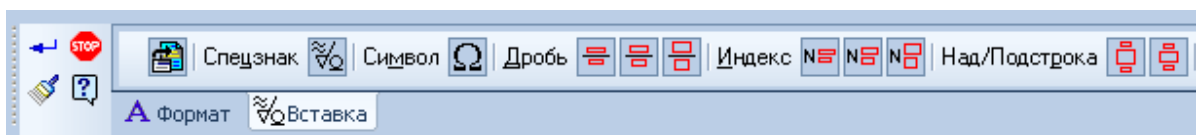
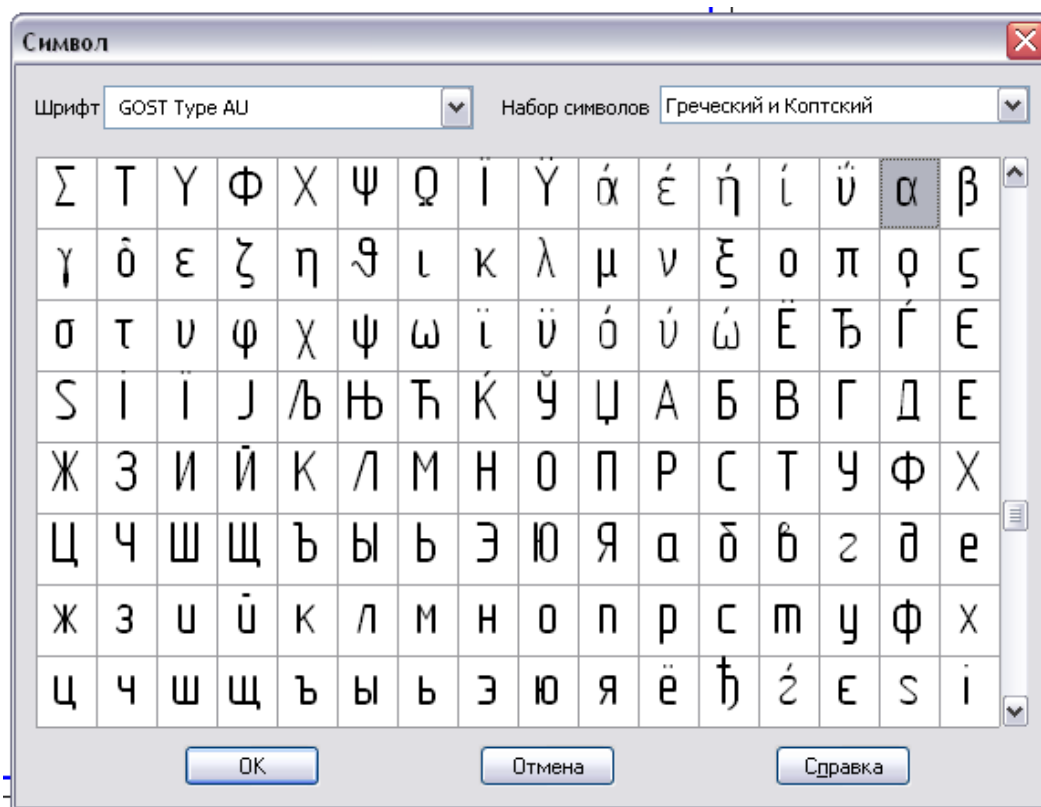

Рис. 2.2.4
Рис. 2.2.5
5. Написання формул здійснити за допомогою команди **Текст** на **Панелі свойств** користуючись командами **Спецзнак**, **Символ**, **Дроби** на вкладці **Вставка** (рис. 2.2.4). При введенні формул символи писати шрифтом **GOST Type AU** (рис. 2.2.5).